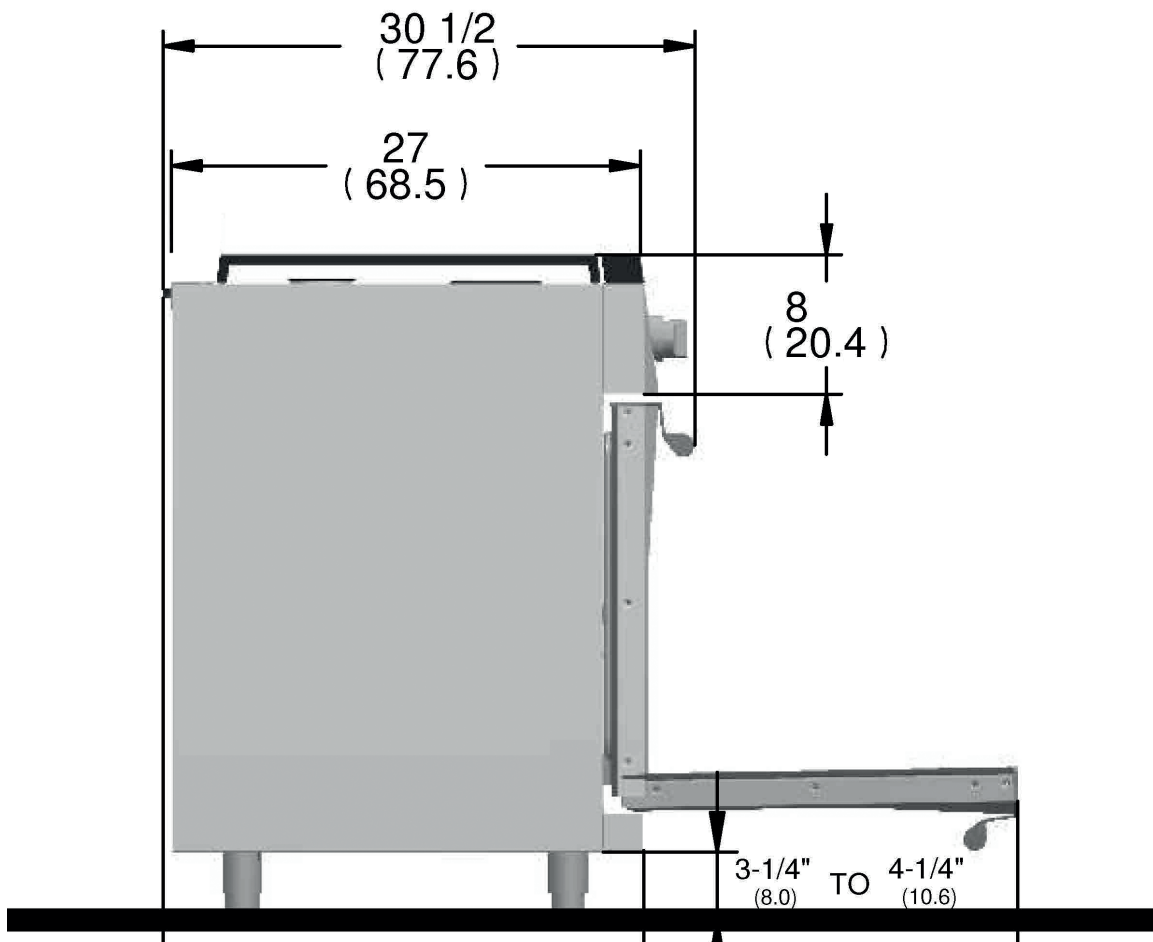

Figure 2
- Lors de l'utilisation de la hotte à îlot, il est recommandé de prévoir un dégagement arrière minimal de 305 mm (12 po) par rapport à une surface combustible (voir la figure 2 à la page 10, Dégagements de l'armoire). Les dégagements des matériaux non combustibles ne font pas partie du but de la norme ANSI Z21.1. Les dégagements inférieurs à 305 mm (12 po) doivent être approuvés par les codes locaux et / ou par les autorités locales compétentes.